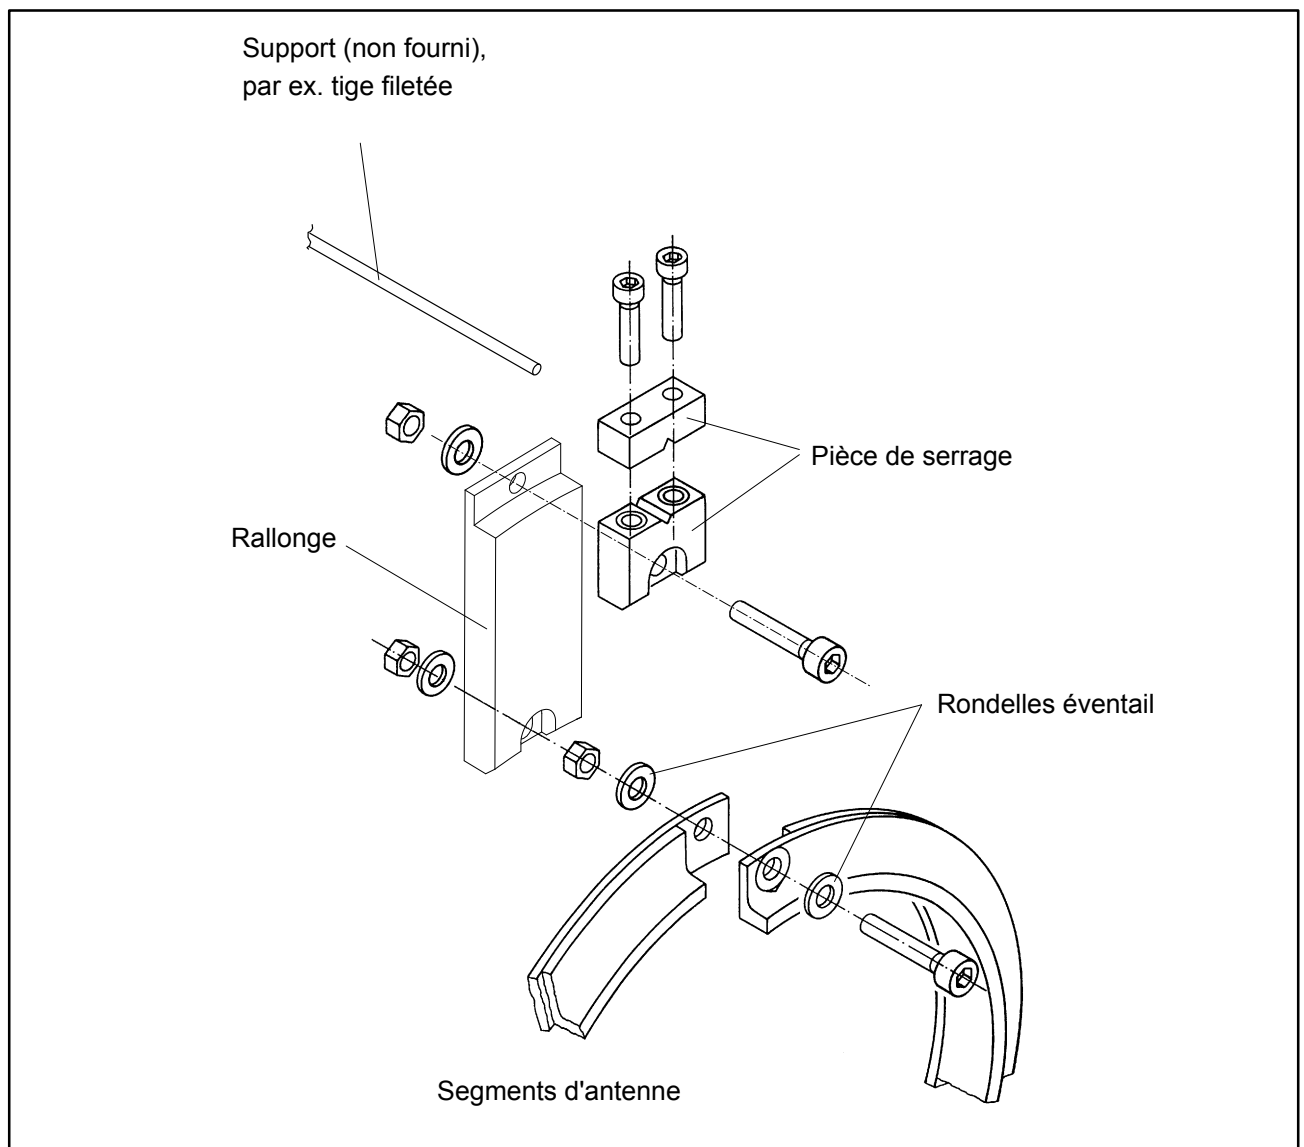

Fig. 4.7 : Montage de la pièce de serrage
2. Visser la pièce de serrage sur la rallonge comme illustré sur la Fig. 4.7.
3. Fixer la pièce de serrage et la rallonge sur le segment d'antenne au moyen de la vis fournie conformément à la Fig. 4.7. Utiliser impérativement des rondelles éventail neuves !